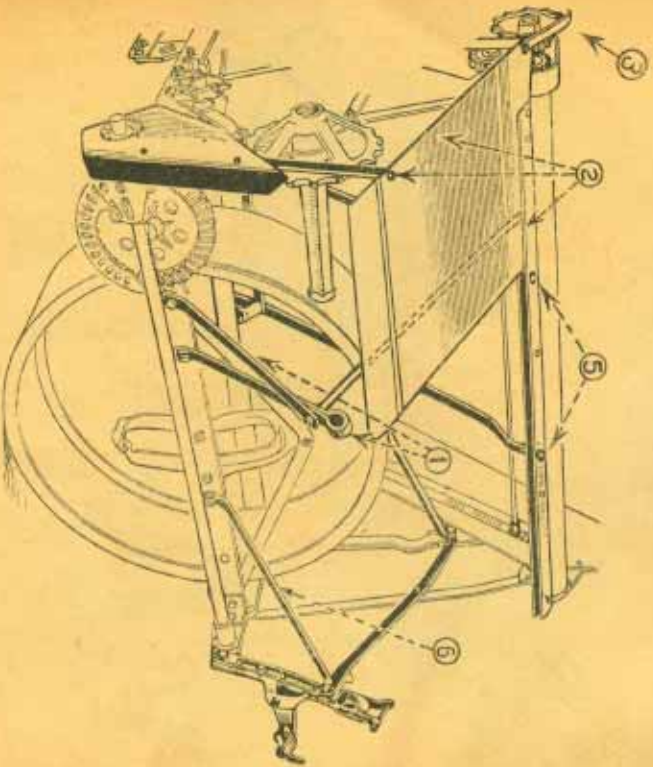

Abbildung Nr. 12A.
1. Schraube den hinteren Binderpfosten mit der Vorstellungsstrebe an die Außenschwelle, in der Anordnung wie Abb. Nr. 12A zeigt. Die richtige Anbringung dieser Teile ist sehr wichtig.